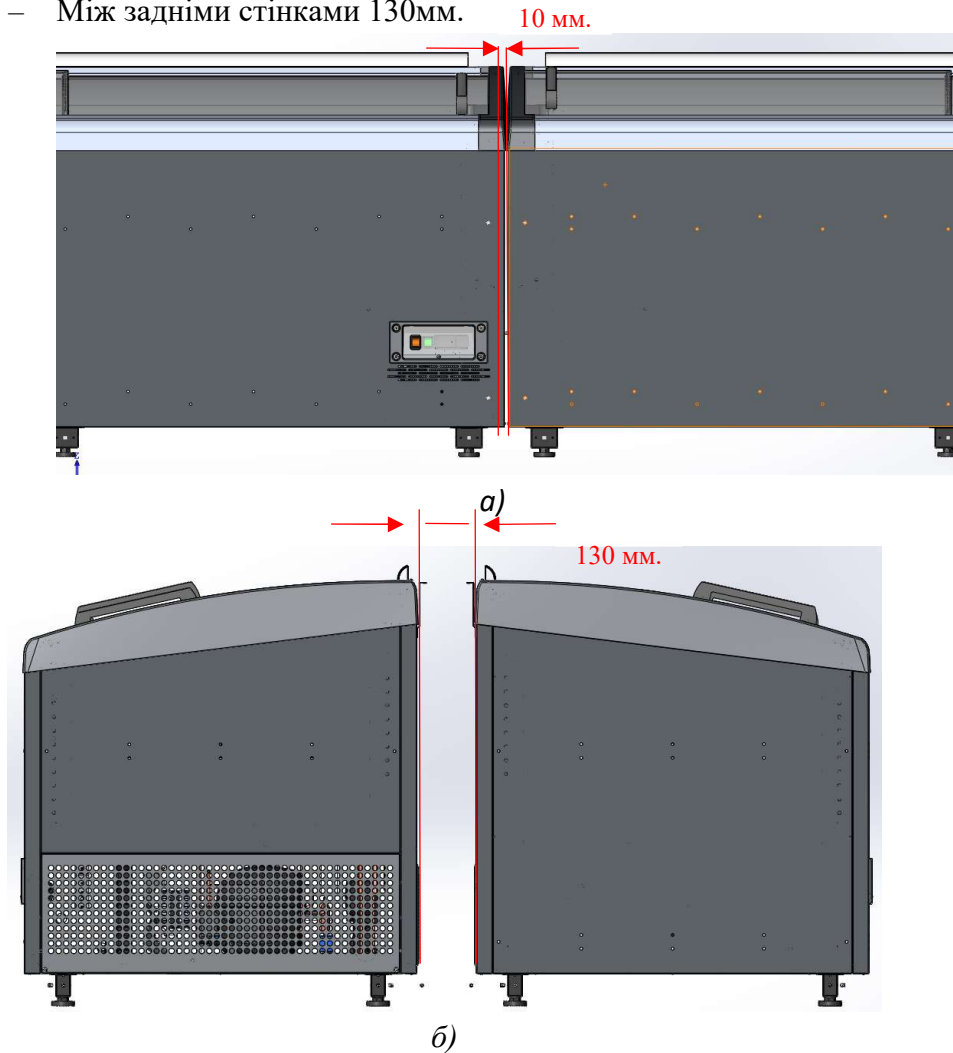

Рис. 4.2.2. а) мінімальна відстань між боковими стінками; б) мінімальна відстань між задніми стінками.
2. При встановленні вітрин в «острів» дотримуйтесь мінімальних відстаней (див. рис. 4.2.2, а, б).